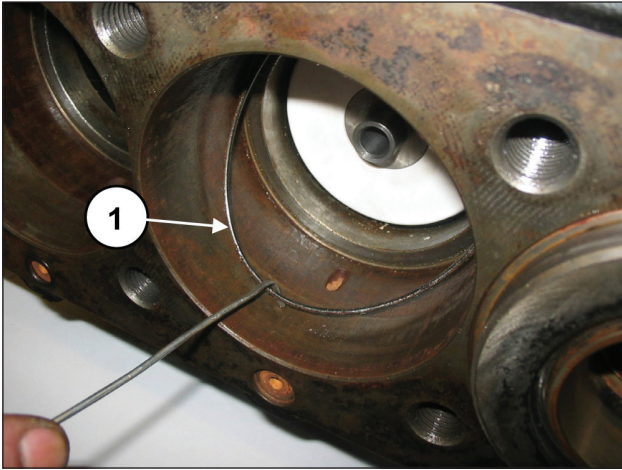

Fig. 160
Remova o O-ring do fundo do suporte do vedante, se não permanecer no interior do cárter da bomba (pos. ①, Fig. 160).